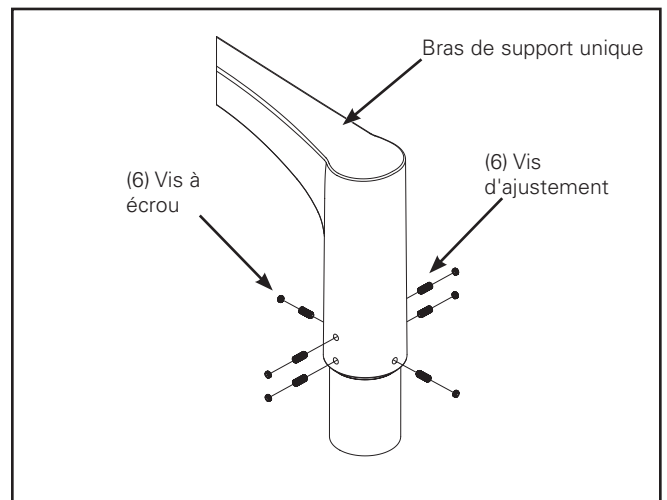

Figure 6.
7. Installez six vis d'ajustement de 3/8-24po x 2,22cm (7/8po) pour maintenir le bras au pôle et serrez-les selon un couple de 22,60N-m (200po-lb) (Figure 6). Utilisez des vis d'ajustement longues de 2,22 cm (7/8 po) si la taille du tenon est de 5,83cm (2-3/8 po). Utilisez des vis d'ajustement de 1,27 cm (1/2po) si la taille du tenon est de 7,62 cm (3 po).
8. Installez six vis à écrou de 3/8-24po x 4,76mm (3/16po) et serrez-les selon un couple de 19,77N-m (175po-lb). (Figure 6.)